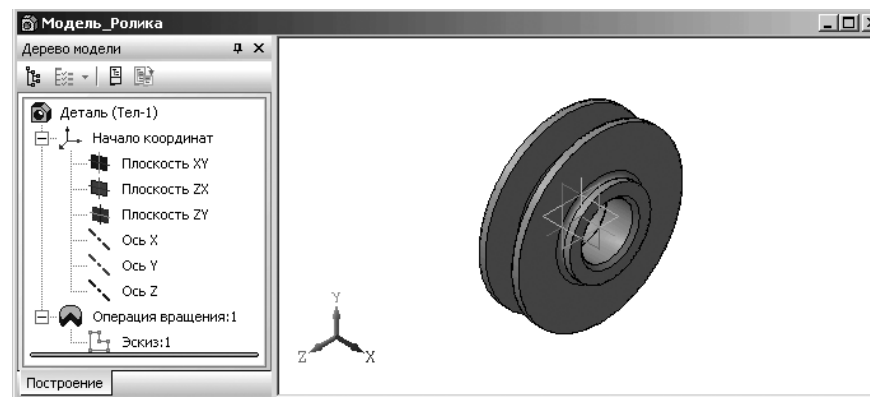

Рис. 4.38. Результат построения модели Ролика
- нажмите функциональную клавишу **F9** для представления детали **Ролик** во все окно. Это состояние системы показано на рис. 4.38.